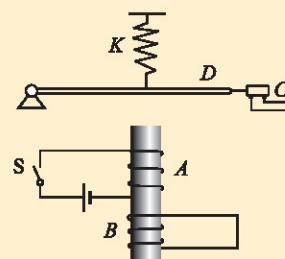

图 1-2-6
3. 图 1-2-6 为生产中常用的一种延时继电器的示意图。铁芯上有两个线圈 A 和 B。线圈 A 跟电源连接，线圈 B 的两端接在一起，构成一个闭合电路。在断开开关 S 的时候，弹簧 K 并不能立即将衔铁 D 拉起，使触头 C 立即离开，而是过一小段时间后触头 C 才能离开。延时继电器就是这样得名的。试说明这种继电器的原理。